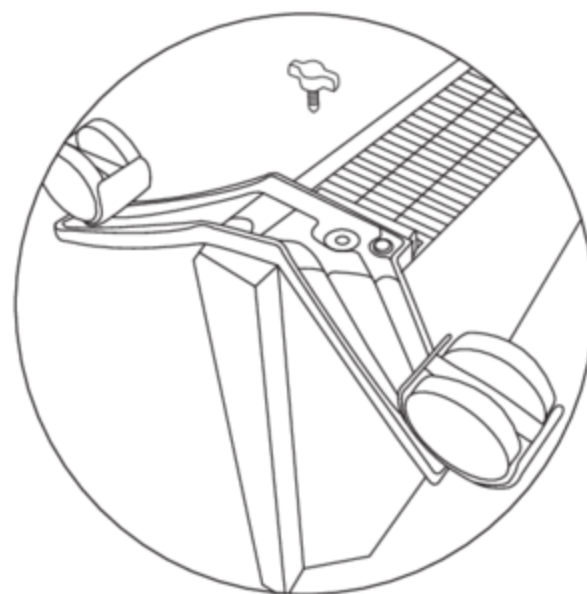

Рис. 8
- приложить пленку опорной шпасси к месту крепления на конвекторе так, чтобы выпуклая часть пленки прилегла плотно к корпусу конвектора и находилась ближе к его задней стенке, винтовое отверстие должно совпасть (рис.8);